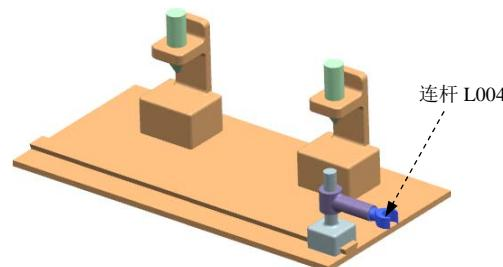

图 10.3.5 定义连杆 L004
(4) 定义连杆 L004。选取图 10.3.5 所示的零件为连杆 L004，在“连杆”对话框中单击 **应用** 按钮。